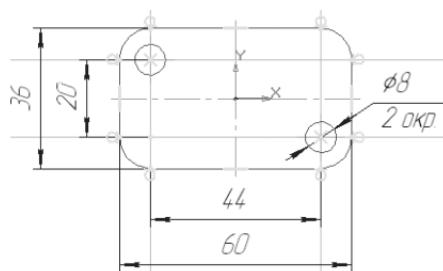

Рис. 241
- – скруглите углы радиусом 8 мм (рис. 241);